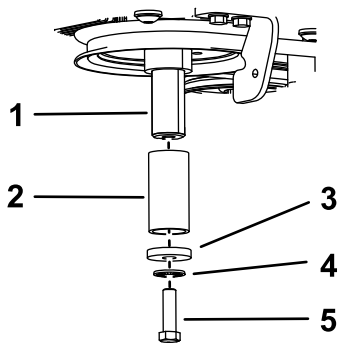

Figure 78
- C. Appliquez du produit antigrippage sur le vilebrequin, puis installez le boulon, la rondelle, la rondelle élastique et une entretoise (réf. Toro 136-5411) sur le vilebrequin (Figure 78).